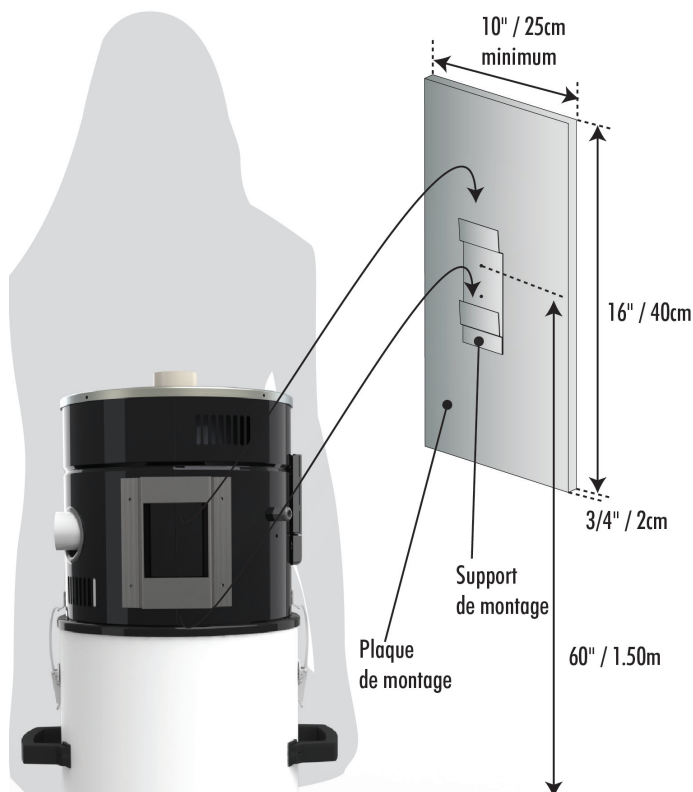

Fig.1 Montage de l'unité
4. Placez l'unité motrice sur le support de montage (voir figure 1);